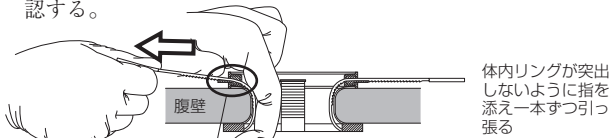
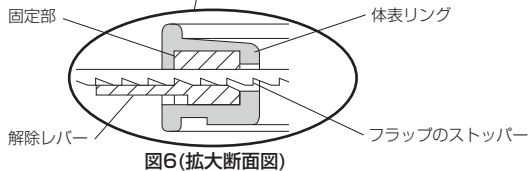

図5(断面図)
図6(拡大断面図)
- 10.次に図5に示すように体内リングが飛び出さないように指を添えてフラップを一本ずつ引っ張り、体内リングが変形し、気腹ガスがリークしないようにフラップの引き出し長さが均等になるように調整しながら十分に開創する。また、フラップが斜めに固定されていると気腹ガスがリークし、気腹状態が得られない可能性があるため、フラップのストッパー(図6)が体表リングに対して斜めに固定されていないことを確認する。